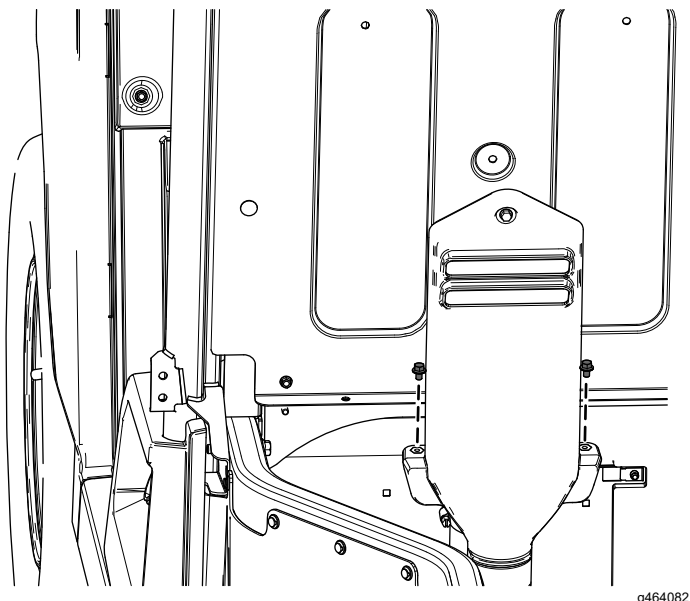

Bild 23
- A. Entfernen Sie die beiden Bundkopfschrauben ($\frac{1}{4}$ " x $\frac{3}{8}$ ") von der CVT-Ansaughaube (Bild 23).